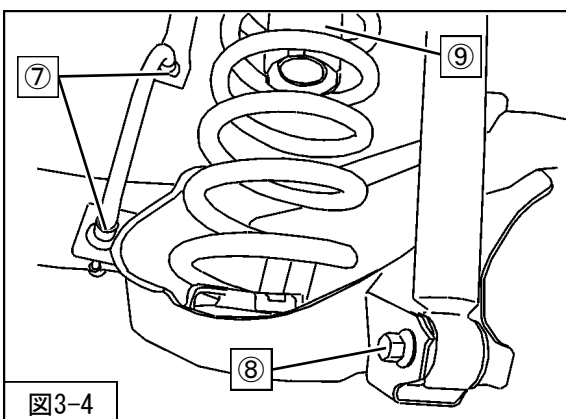

図3-4
6. ⑦ブレーキホース固定クリップを取外してください。(図3-4)
7. ⑧リアショックアブソーバASSYロア取付ボルトを取外し、リアショックアブソーバASSYを車両から取外してください。(図3-4)
8. ジャッキを下げてアクスルビームを押し下げて、スプリングを左方向に回転させて取外してください。(図3-4)
9. ⑨アップーマウンティングラバーを取外してください。(図3-4)